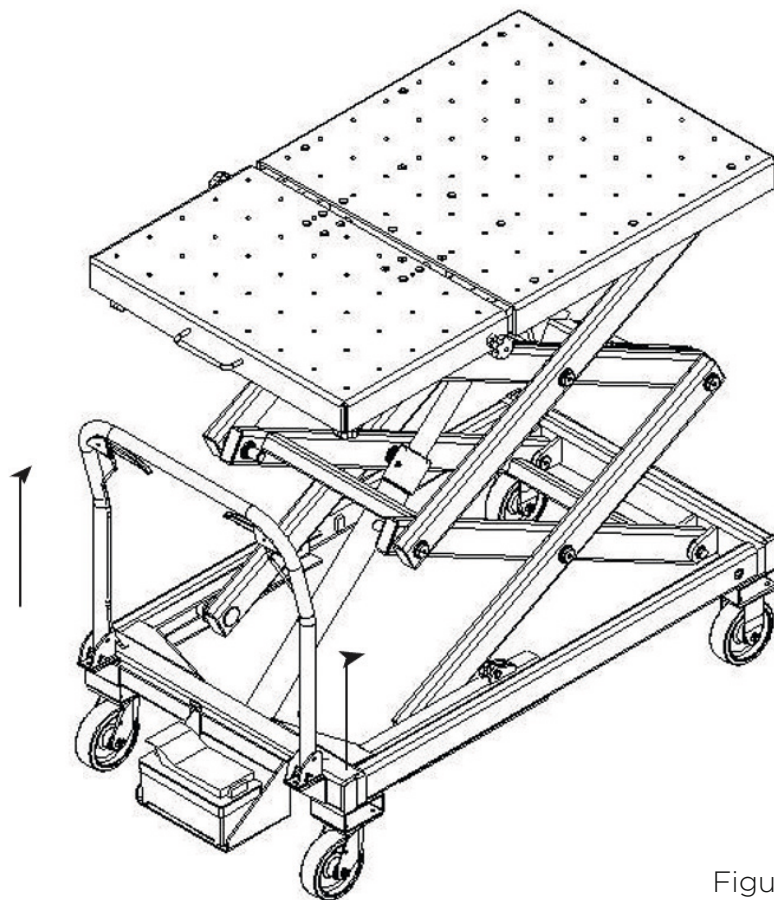

Figure 1
1. Tournez les vis de forçage à fond pour assurer le bon fonctionnement de la fonction d'inclinaison de la plate-forme (voir la figure 1 de la section «Réglage fin de la fonction de basculement»).
Les vis de forçage illustrées dans la figure 1 permettent à l'utilisateur d'incliner finement la plate-forme pour faciliter le retrait ou l'installation des composants du véhicule. Cette caractéristique permet d'obtenir un basculement total de deux pouces à l'avant de la plate-forme, ce qui aide à compenser les inégalités du sol des magasins, les emplacements difficiles des fixations, etc. Les vis de forçage peuvent être actionnées soit à la main, soit à l'aide d'une clé ou d'une douille, en fonction de la charge appliquée.